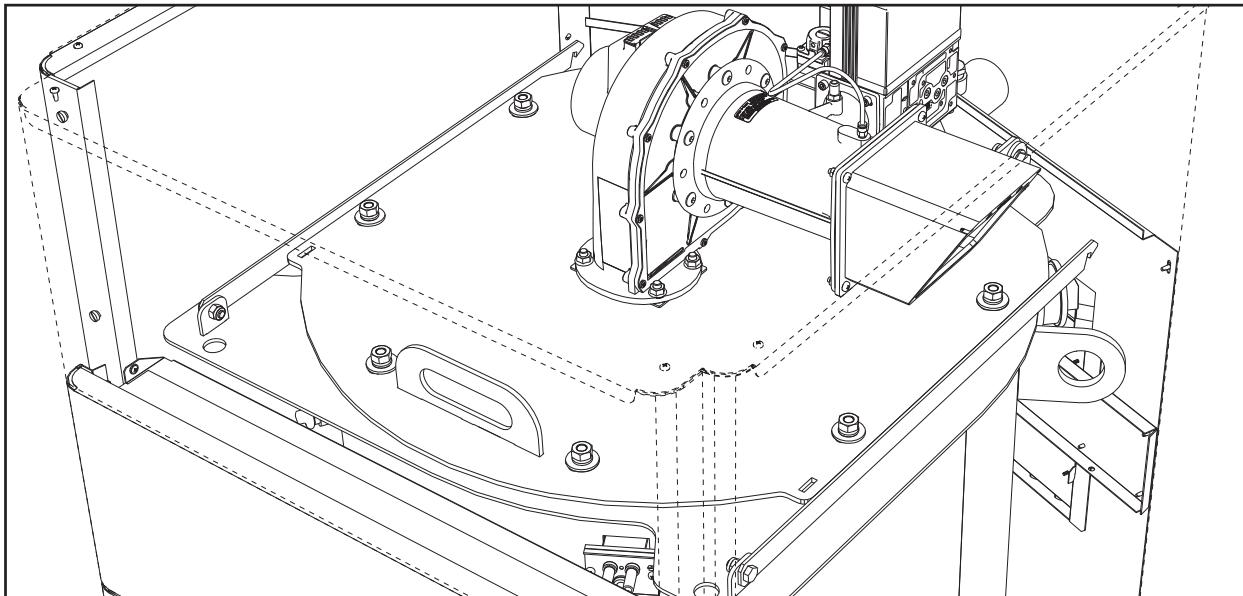

fig. 72
**!** Serrare accuratamente i dadi (fig. 72).